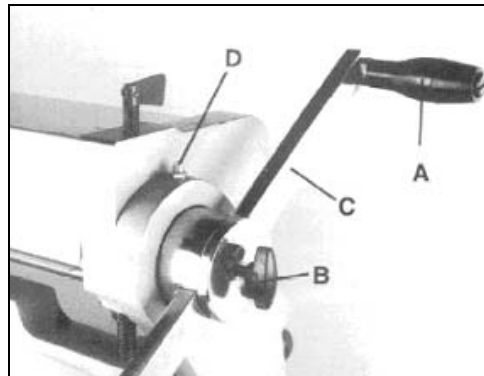

Рис.1
7. Снимите одну ручку (А, Рис.1) с блока рукоятки.
8. Ослабьте барашковый винт (В, Рис.1).
9. Вставьте стержень (С, Рис.1) во втулку и затяните крепление (Рис. 1) на месте.
10. Поставьте обратно ручку (В, Рис.1).
1. Смазывайте через ниппели наверху левой и правой сторон рамы при помощи шприца с консистентной смазкой раз в месяц (D, Рис.1).